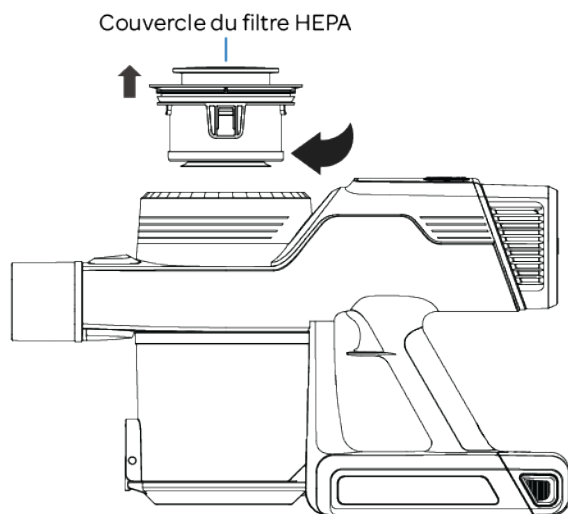

Figure 9
2. Soulever le couvercle du filtre HEPA pour le retirer de l'appareil (Figure 9).
3. Tourner le filtre HEPA du réceptacle à poussière vers la gauche pour le déverrouiller (Figures 9 et 10).